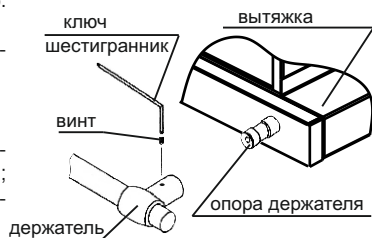

рис. 6
6.4 Для вытяжки “Интегра 50/60П-400-В2Л рейлинг”. После установки вытяжки, необходимо прикрепить рейлинг рис. 6.